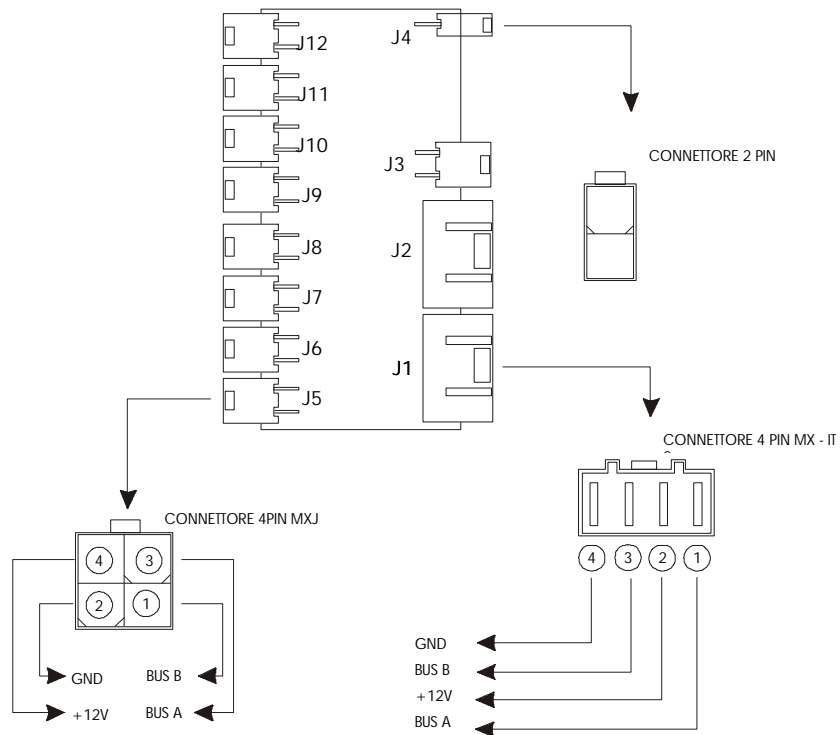

Figure 5 "Power Hub"
- J1..J2 Molex "*caimano*" sigle **mlx94213-2014** avec les contacts disposés de la façon suivante (voir aussi Figure 5):
- J12 Molex "*mini-fit Jr*" sigle **MLX5569-04** avec les contacts disposés de la façon suivante (voir aussi Figure 5):
- J12 Molex "*mini-fit Jr*" sigle **MLX5569-02A2** avec les contacts disposés de la façon suivante (voir aussi Figure 5):